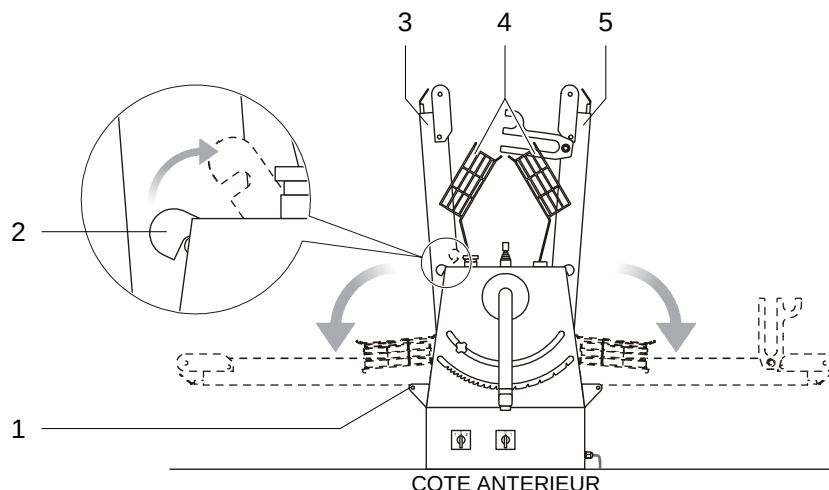

FIG. 6 (Ouverture plans de travail)
- 1) En tenant une manie sur le plan de travail gauche (FIG. 6 - Rif. 3) élever le crochet arrêt plan (FIG. 6 - Rif. 2);
- 3) Répéter les opérations des points 1) et 2) pour le plan de travail droit (FIG. 6 - Rif. 5);
- 4) Baisser les grilles de protection (FIG. 6 - Rif. 4).